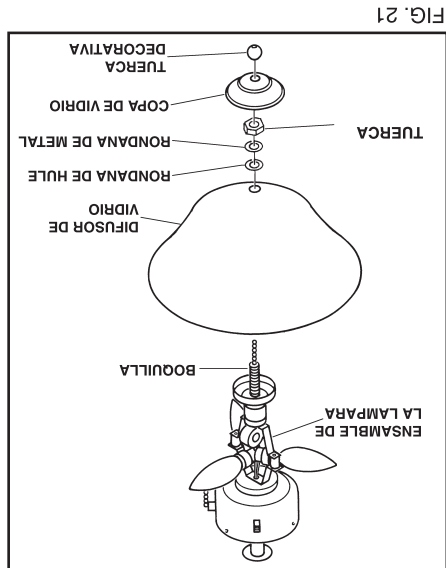

FIG. 21
Paso 6. Instale el difusor de vidrio sobre el ensamble de la lampara y asegurelo con la rondana de hule, rondana de metal, tuerca, copa de vidrio y la tuerca de corativa que quite previamente. (Fig. 21)